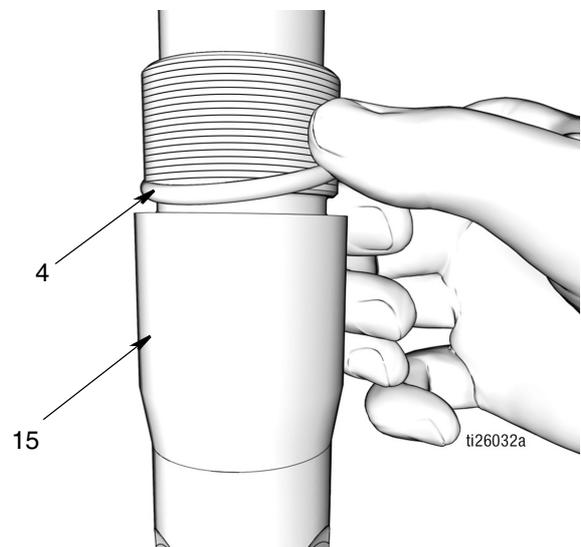

FIG. 46
- a. Limpie la válvula de retención de salida (15) con un paño limpio y elimine todo resto de suciedad y contaminantes. Inspeccione la superficie en busca de residuos y/o daños. Reemplace las piezas dañadas.
- b. Aplique una capa fina de grasa en la junta tórica (4). Monte la junta tórica alrededor de la parte externa de la válvula de retención (15) (FIG. 46).